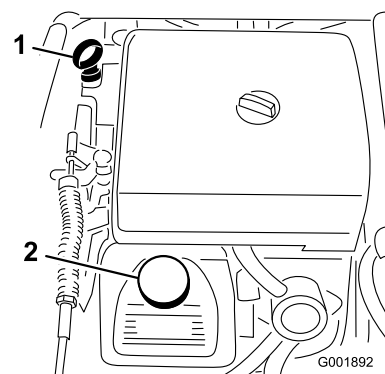

Figura 45
- Togliete l'asta di livello ed asciugatela con un panno pulito (Figura 45). Inserite l'asta nel tubo e verificate che sia inserita a fondo. Rimuovete l'asta e controllate il livello dell'olio.
- Se il livello dell'olio è basso, togliete il tappo di rifornimento dal coperchio della valvola (Figura 45)
8. Versate lentamente circa l'80% della quantità indicata d'olio nel bocchettone di rifornimento (Figura 45).